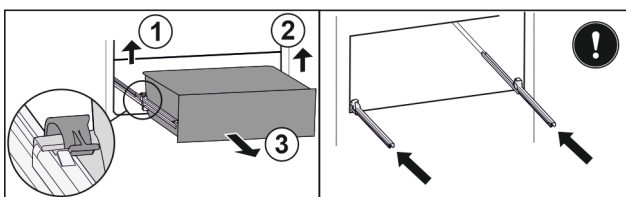

Fig. 113
- ▶ Emelje fel a bal oldali kapcsot, és ezzel egyszerre húzza előre a fiók bal oldalát. Fig. 113 (1)
- ▶ Emelje fel a jobb oldali kapcsot, és ezzel egyszerre húzza előre a fiók jobb oldalát. Fig. 113 (2)
- ▶ Vegye ki a fiókot előre felé. Fig. 113 (3)